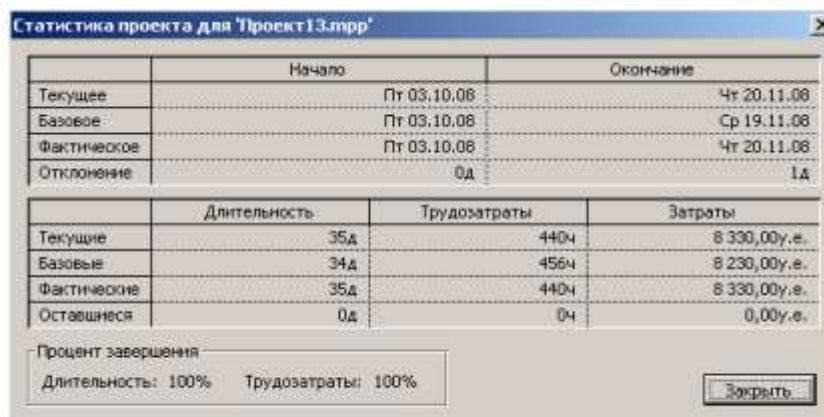

Рис. 66. Диалог (Статистика проекта для «Мой первый проект13.лтр»)
- Нажмите кнопку (Статистика) в этом диалоге. На экране появится диалог (Статистика проекта для «Мой первый проект13.mpr») (рис. 66).